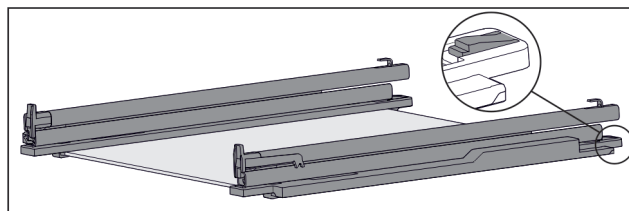

Fig. 105 Skleněná deska s kolejničkami a přídržnými díly
- ▶ Přídržný díl vzadu stlačte dolů (viz Fig. 105) a současně zasuňte kolejničku dozadu.